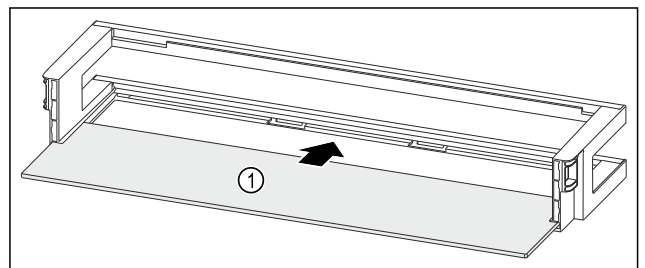

Fig. 121 Рафт на врата с рафт
- ▶ Вкарайте рафта Fig. 121 (1) в страничните прорези.